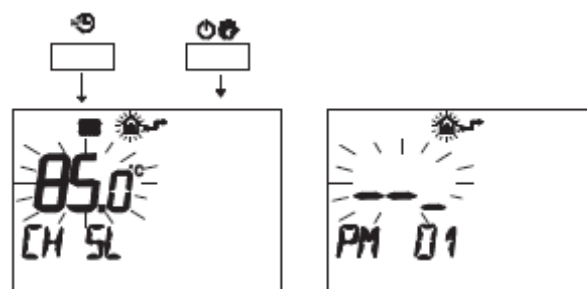

рис. 5.30
- Нажмите одновременно кнопки  и  чтобы войти в режим программирования (см. рис. 5.30).